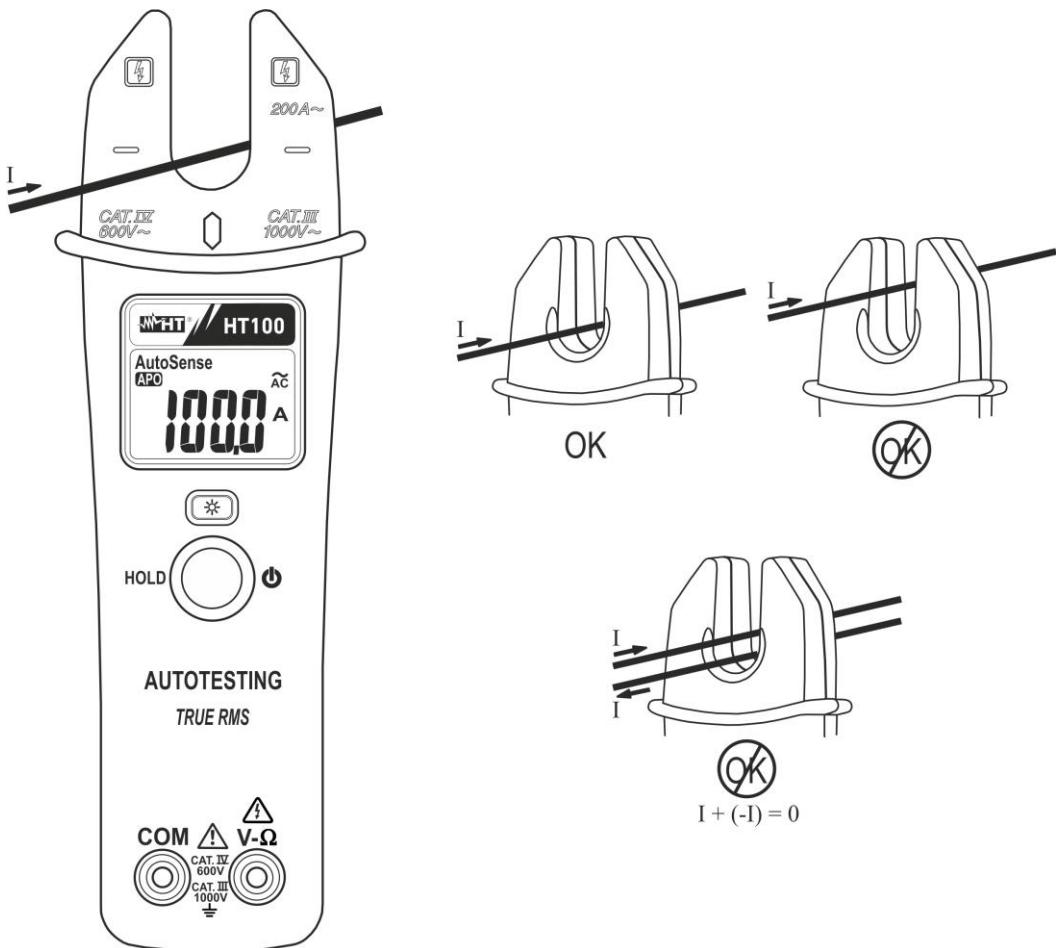

Abb. 7: Verwendung der Zange für AC Wechselstrommessung
1. Legen Sie den zu prüfenden Leiter in die "offene" Zangenbacke (siehe Abb.7) unter Berücksichtigung der Ausrichtungsmarkierungen (siehe § 4.1.2). Der Wert des gemessenen Stroms wird Ihnen auf dem Bildschirm angezeigt.